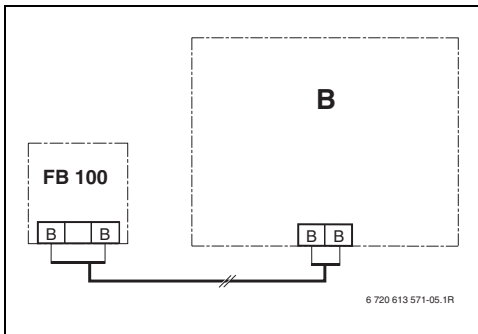

Fig. 9 FB 100 raccordé à n'importe quel composant BUS (B).
- ▶ Effectuer les branchements électriques (→ Fig. 9, page 12).